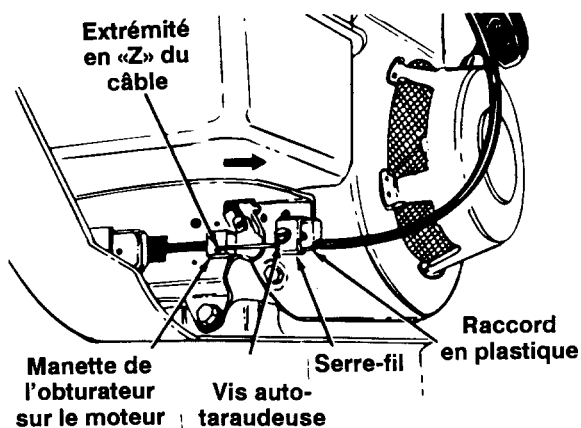

FIGURE 10
17. Attachez le câble de commande de l'obturateur à la manette de commande située sur le moteur. Voir la figure 10.
- Tirez le câble de commande de l'obturateur pour que la manette sur le moteur se trouve à la position entièrement ouverte (à fond à droite sur la machine), comme à la figure 10. Serrez la vis autotaraudeuse pour maintenir le câble à cette position.
18. Faites passer l'extrémité fileté de la tige de commande dans le coussinet en plastique, sur la gauche de l'ensemble du guidon. Vissez le gros bouton en «T» (H) sur l'extrémité de la tige de commande.